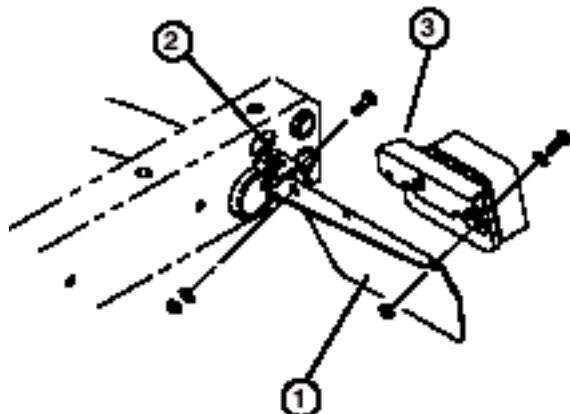

Bild 1
3. Befestigen Sie die Rückseite jeder Rücklichtplatte mit einer $\frac{5}{16}$ -18 x 1 Zoll langen Schraube, ,344 Zoll I. D. flachen Scheibe und Mutter hinten an den Rahmenhalterungen, siehe Bild 1.